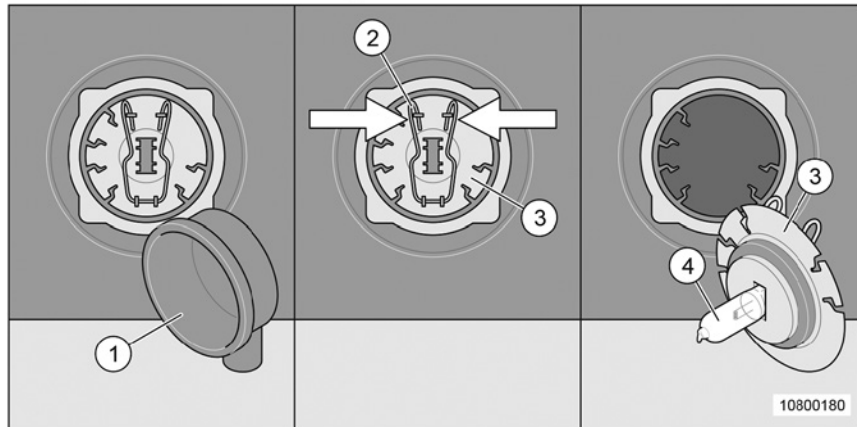

Fig. 210 Remplacement de l'ampoule du feu antibrouillard/feu de virage
1. Enlever l'écran (Fig. 210/1).
2. Comprimer les pinces (Fig. 210/2).
3. Retirer l'ampoule (Fig. 210/3) du culot et la remplacer.
- En remplaçant l'ampoule, ne pas toucher le verre (Fig. 210/4) avec les mains.